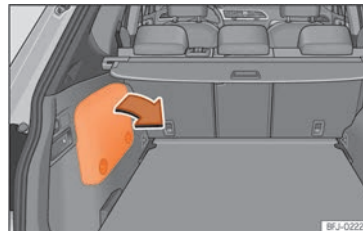

Abb. 248 Einbauport der Batterie im Kofferraum
- Abdeckung der Seitenverkleidung abnehmen, um Zugriff auf die 12-Volt-Fahrzeuggatterie zu haben »» Abb. 248.